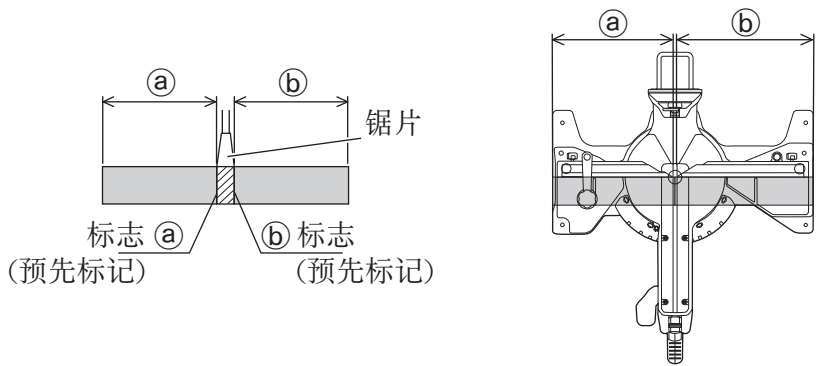

图21
- (1) 如图21所示，锯条的宽度为切割宽度。因此，在需要长度**⑥**时将工件向右侧滑动（从操作员的位置看去），或在需要长度**④**时向左侧滑动。打开LED灯，将刀片的影子投射到工件上，并将刀片影子的左侧或右侧对准工件上的墨线。